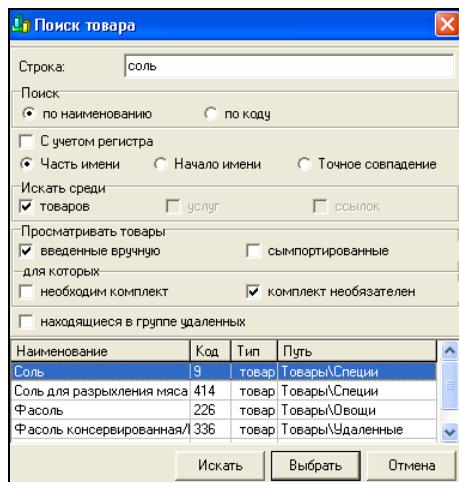

Рис. 69
**1 вариант.** Набрать несколько букв от наименования ингредиента и нажать клавишу [Enter]. Если сочетание букв совпадает, то программа предложит окно поиска (см. Рис. 69), в котором необходимо выбрать нужный товар.